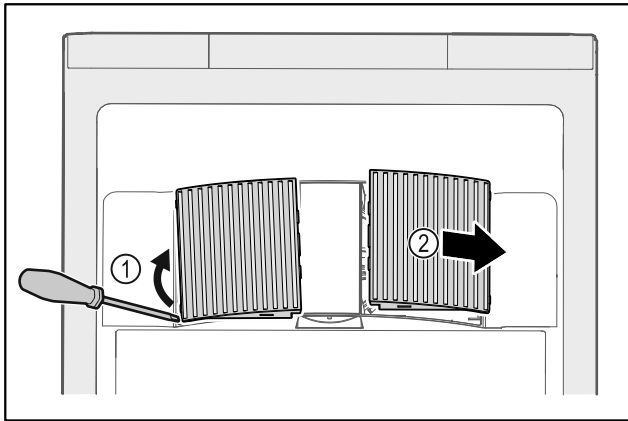

Fig. 234
- ▶ Внимателно повдигнете капаците на вентилаторите от страни Fig. 234 (1) и ги свалете напред Fig. 234 (2).